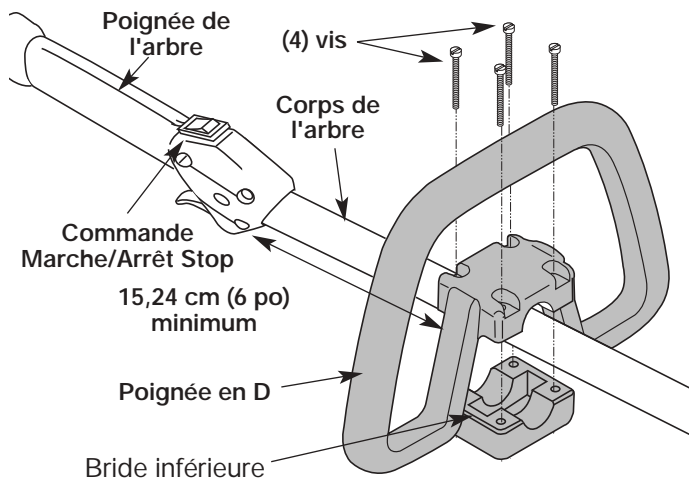

Figure 1
2. Placez la poignée en D sur le corps de l'arbre et au-dessus de la bride inférieure (Fig. 1). Placez-la à au moins 15,24 cm (6 po) de l'extrémité de la prise de l'arbre.